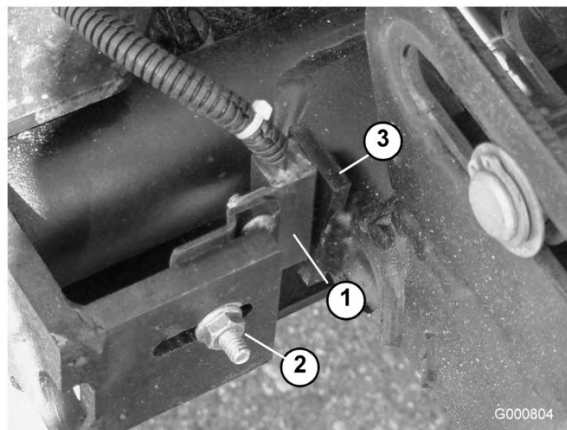

Figura 91
- Allentate il dado del bullone a testa tonda che fissa la staffa portainterruttore del braccio di sollevamento al braccio di sollevamento n. 4, 6 o 7 (Figura 91). N. 4 illustrato.